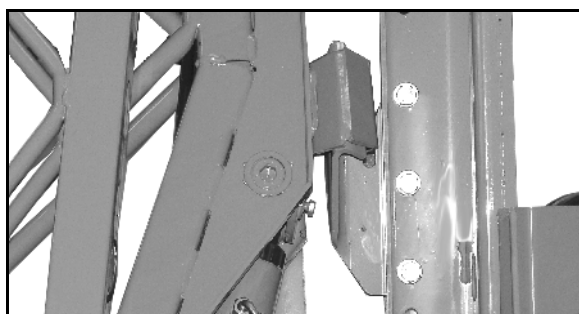

図 10
- Super S** ブームが不意に展開するのを防ぐための移動用ロック機構 (図 10)